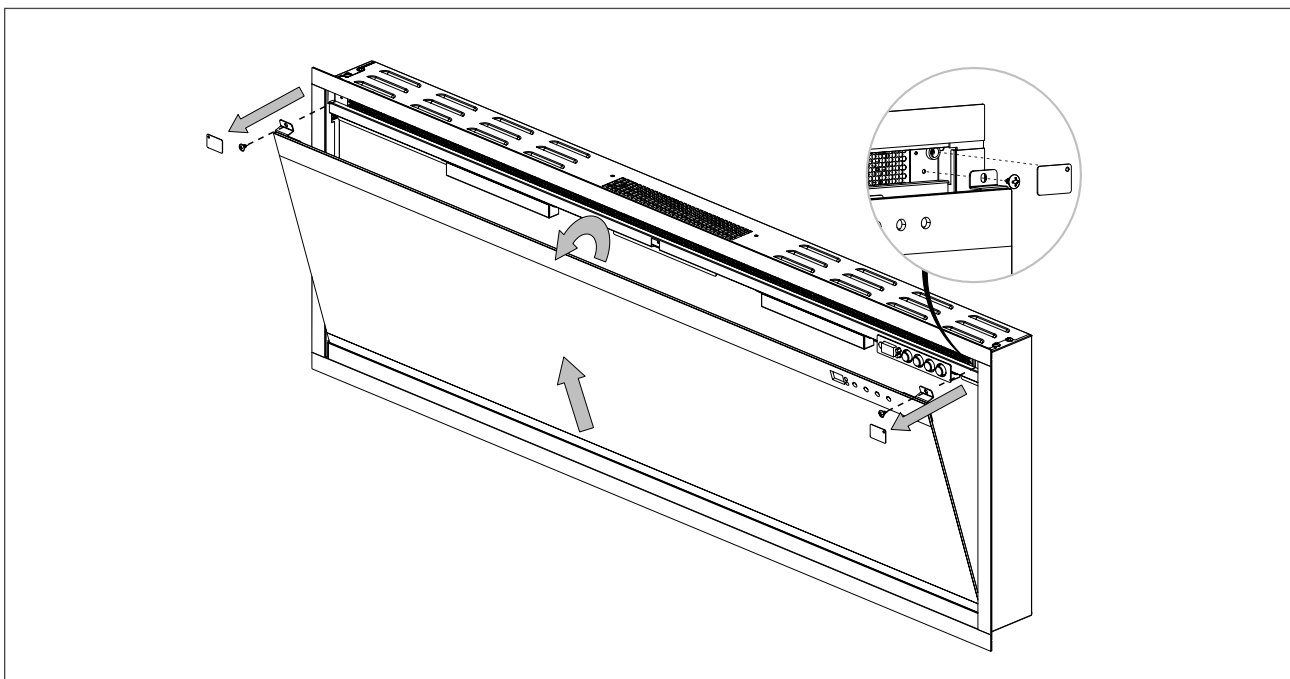

Fig. 13
1. Pour retirer le verre avant, retirez les caches magnétiques qui recouvrent les vis de fixation du verre avant. (Les caches magnétiques sont inclus dans le sac de quincaillerie lors de l'installation initiale du foyer.) (Fig 13)